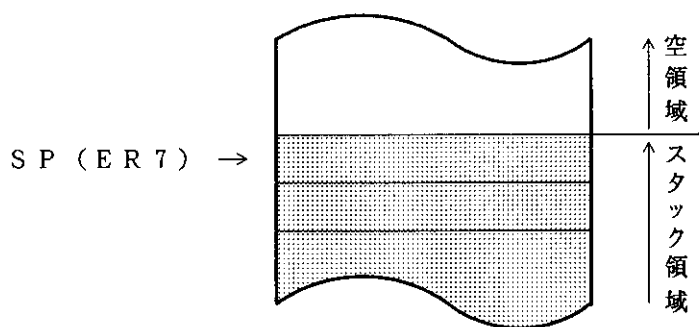

図 2.5 スタックの状態
汎用レジスタER7には、汎用レジスタとしての機能に加えて、スタックポインタ (SP) としての機能が割り当てられており、例外処理やサブルーチン分岐などで暗黙的に使用されます。スタックの状態を図2.5に示します。